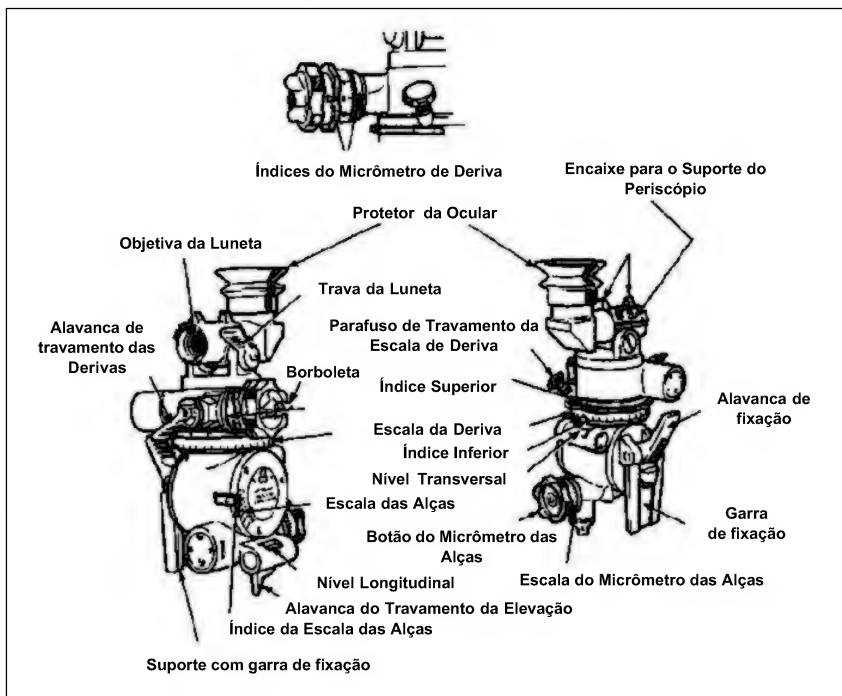

Fig 1-16. Aparelho de Pontaria C2 TRILUX
**a.** O aparelho de pontaria é fornecido para ser instalado no morteiro. A bolha de nível transversal é usada para certificar-se que o aparelho de pontaria e o morteiro estão nivelados verticalmente. Através da luneta, da escala de derivas e do nível transversal, o morteiro é apontado em direção. Através da escala das alças de elevação, do nível longitudinal e do nível transversal, o morteiro é apontado em elevação. O aparelho de pontaria é iluminado por lâmpadas TRILUX de cor verde, que estão colocadas dentro do aparelho de pontaria, solidárias e próximas às escalas que iluminam, dentro do retículo da luneta e nos alojamentos das bolhas de nível (Fig 1-16).